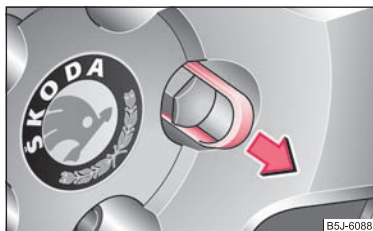

Abb. 154 Radwechsel: Abdeckkappe von der Radschraube abziehen
- Ziehen Sie die Kappe mit der **Kunststoffklammer** ab ⇒ Abb. 154.